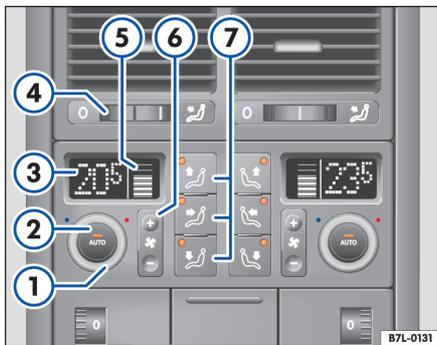

Fig. 79 Mandos del 4C-Climatronic en la consola central trasera
– Gire el regulador de temperatura ⇒ fig. 79 ① para ajustar la temperatura del lado izquierdo.
- ① Regulador de temperatura para el lado izquierdo ⇒ página 113
- ② Mando  – Ajuste automático de la temperatura, de la ventilación y de la distribución de aire para el lado izquierdo ⇒ página 113
- ③ Indicación en pantalla de la temperatura seleccionada. En los ajustes de confort puede seleccionar entre grados centígrados o Fahrenheit ⇒ página 18, ⇒ página 24.
- ④ Ruedecilla para la apertura o cierre de los difusores situados encima de la misma.
- ⑤ Indicación del nivel de la turbina (lado izquierdo) ⇒ página 114 ▶
Los mandos de la parte derecha de la ilustración ⇒ página 112, fig. 79 rigen simétricamente para el lado derecho del vehículo. ◀